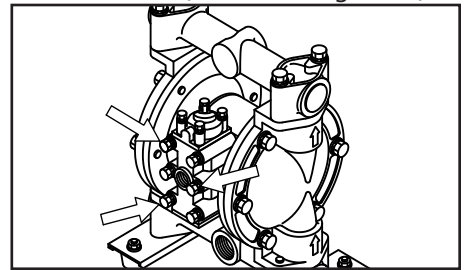

Figura 26
- Extraiga los 6 pernos de retención del cuerpo de la válvula y retire el cuerpo de la válvula (consulte la Figura 26).